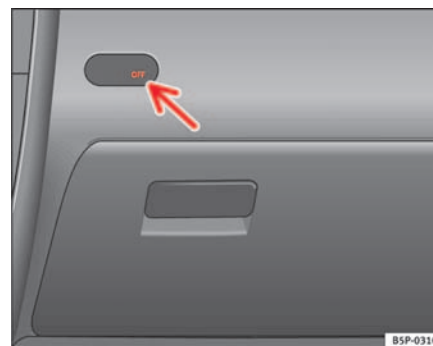

Abb. 27 Kontrollleuchte für Abschaltung der Beifahrerairbags
- Überprüfen Sie, ob bei eingeschalteter Zündung die Kontrollleuchte „OFF“ der Instrumententafel ⇒ Abb. 27 aufleuchtet ⇒ .
⇒ Seite 45, Abb. 27 nicht leuchtet ⇒ .